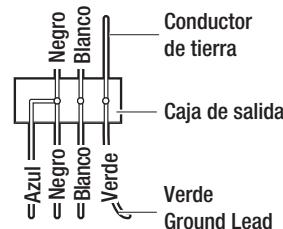

Figura 6
- Conecte el cable de alimentación del ventilador (negro) y el cable de alimentación de la lámpara (azul) al cable negro de la vivienda como se muestra en la Figura 6. No conecte el cable azul si el juego de la lámpara no es usado.
- Despues de conectar los cables, asegure los conectores de cable (BB) con cinta aislante negra y sepárelos de modo que los cables verde y blanco estén en un lado de la caja de salida y los cables negro y azul en el otro lado. (o sea, el conector con conexión a tierra en un lado y los cables vivos en el otro lado).
- Gire los conectores de cable (BB) hacia arriba y empuje el cableado dentro de la caja de salida.